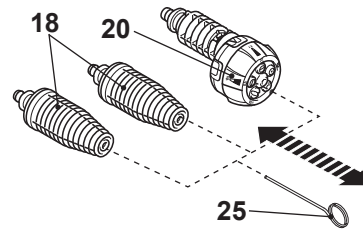

Fig. 24
Remova quaisquer depósitos de sujeira do orifício do bico (18/20) usando a limpeza agulha (25) (Fig. 24).